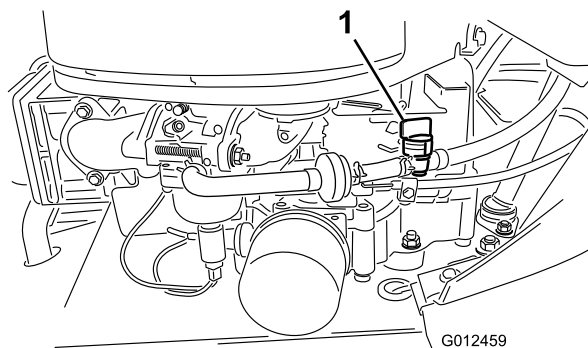

Figura 29
6. Chiudete la valvola di intercettazione del carburante (Figura 29).
7. Premete le estremità delle fascette stringitubo ed allontanatele dal vecchio filtro del carburante (Figura 29).